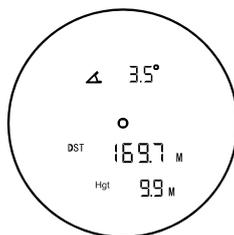

Рисунок 6
В этом режиме вы можете измерить вертикальное расстояние между двумя точками. На дисплее отобразятся значения угла, расстояния до цели по прямой и вертикального расстояния между двумя точками (рис. 6). Нажмите кнопку включения/измерения (1) для однократного измерения. Нажмите и удерживайте кнопку включения/измерения (1) в течение 3 секунд для непрерывного измерения.